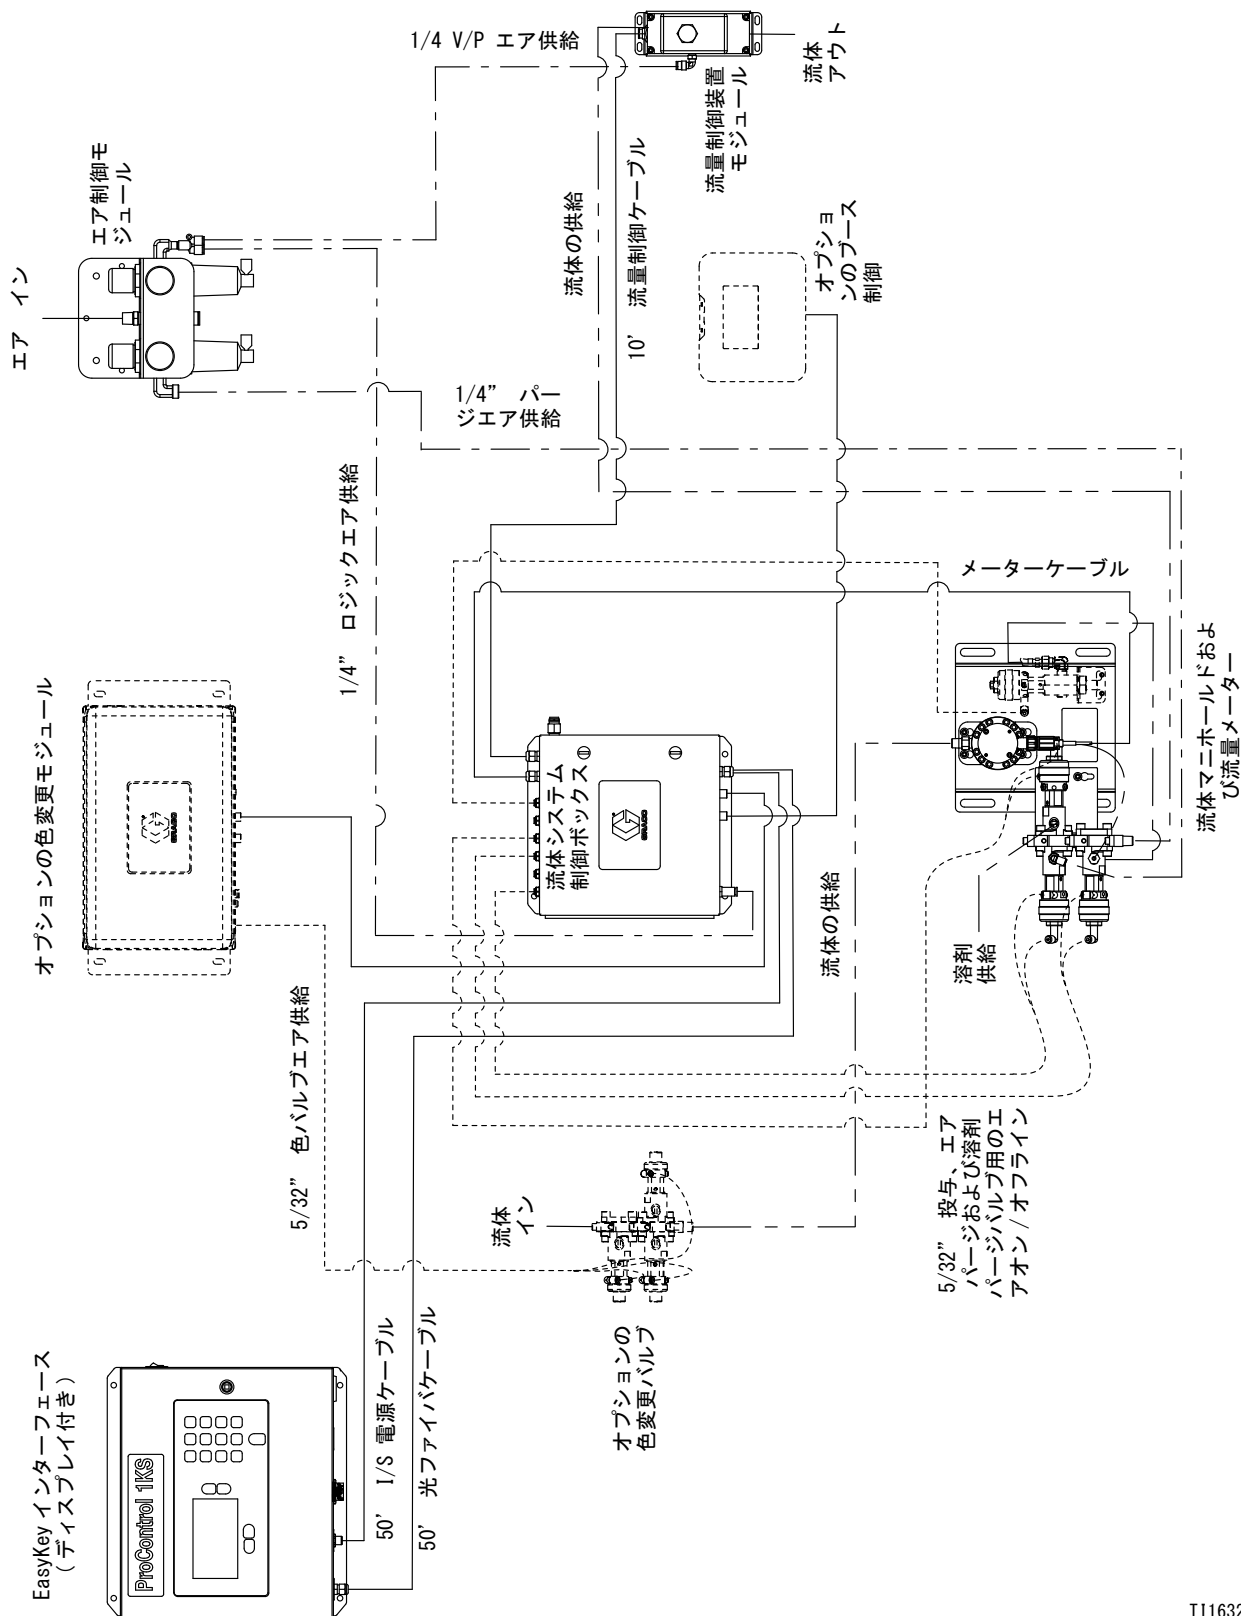

図 4. ProControl 1KS システム配置図面
**注、この IS 制御図は ProControl 1KS にも適用されます。図 4、15 ページも参照してください。**
- 図 2、10 ページ、は ProControl 1KS システムの基本的なコンポーネントを示し、図 4、15 ページ、は基本的なシステム配置を示します。実際のシステム設計については、最寄りの Graco 販売代理店にお問い合わせください。